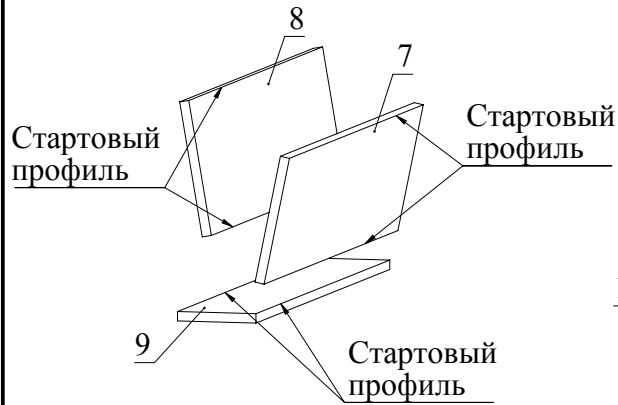

Рис.4
3. Закрепить стартовый профиль для панелей на детали 7, 8, 9 (на каждую деталь по двум длинным сторонам) (Рис. 4).